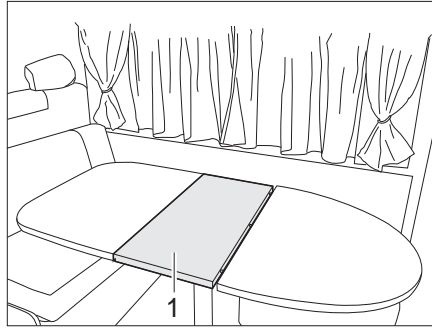

Fig. 100 Agrandir la table fixe
- Mettre la rallonge du plateau de table (Fig. 100,1) en place.
- Retirer la rallonge du plateau de table (Fig. 100,1) et bien la ranger.